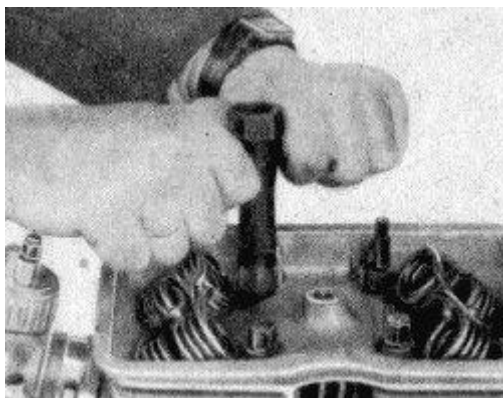

Bild 63. Zuganker für Zylinderkopf nachziehen
2. Zugankermuttern im Zylinderkopf nachziehen (**Bild 63**).